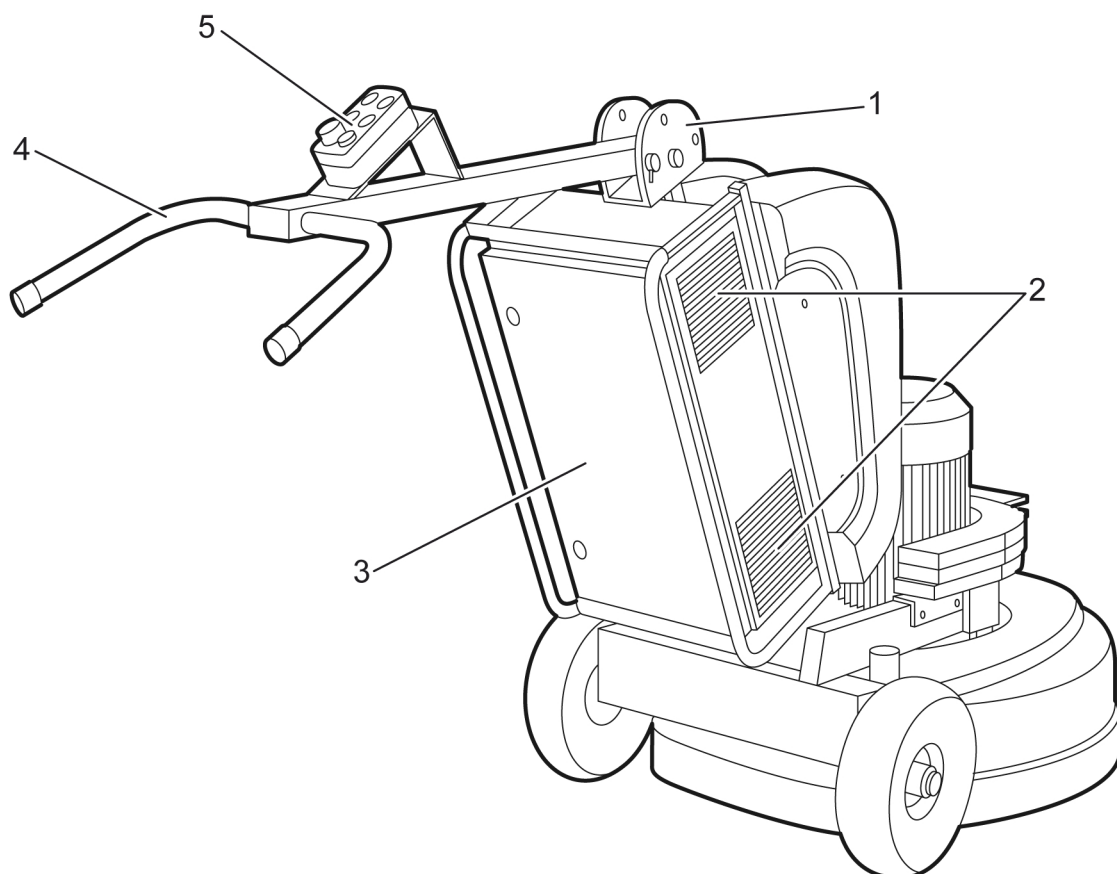

Figura 3-2. Lato posteriore della macchina
La macchina comprende alcuni componenti principali, vedere *Figura 3-1, pagina 9* e *Figura 3-2, pagina 10*. Può essere combinata con pesi per la regolazione della pressione di levigatura, che rendono la macchina ideale per gli operatori con elevati requisiti di versatilità.
5. **RESET** - Ripristino dell'elettronica: Se la macchina presenta un'anomalia, può essere ripristinata tenendo premuto il pulsante per 2 secondi. Il display del convertitore di frequenza nel quadro elettrico può visualizzare un codice di errore, vedere Figura 3-2, pagina 10. Per i codici di errore, vedere Codici di errore dell'elettronica, pagina 25.
L'impugnatura regolabile permette di regolare l'altezza di lavoro. L'impugnatura si sblocca estraendo la coppiglia sul fermo dell'impugnatura, vedere Figura 3-2, pagina 10. Portare l'impugnatura nella posizione desiderata e bloccarla reinsertendo la coppiglia.